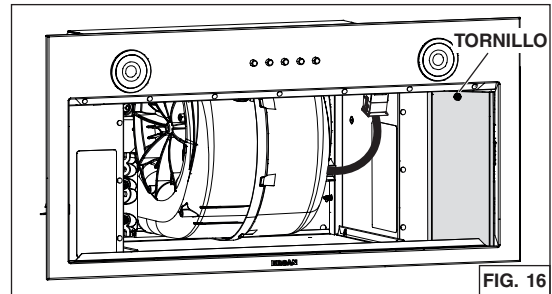

FIG. 16
3. Quite la tapa del compartimento eléctrico (en gris en FIG. 16) en el interior del aparato retirando su tornillo de sujeción. Retire la bolsa de piezas detrás de la tapa. Poner la bolsa de piezas, la tapa y el tornillo de sujeción a un lado.